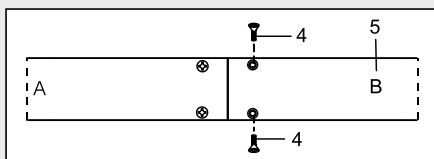

Fig. 21
3. Posez la deuxième section du rail de guidage marquée « B » (5) sur son dos (Fig. 21). Glissez les cavités par-dessus les deux barres d'assemblage qui dépassent de la section « A » du rail de guidage. Fixez à l'aide de deux vis (4).